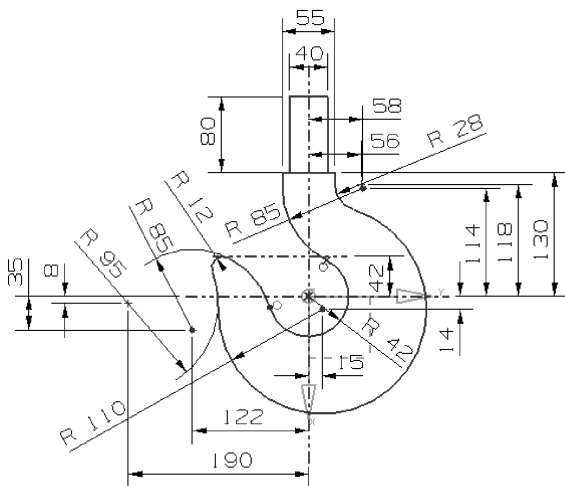

图 5-7 绘制轮廓图形
- 03 在草绘环境中, 使用【直线】【圆弧】【圆】及【快速修剪】等草图曲线工具, 绘制出如图 5-7 所示的草图。